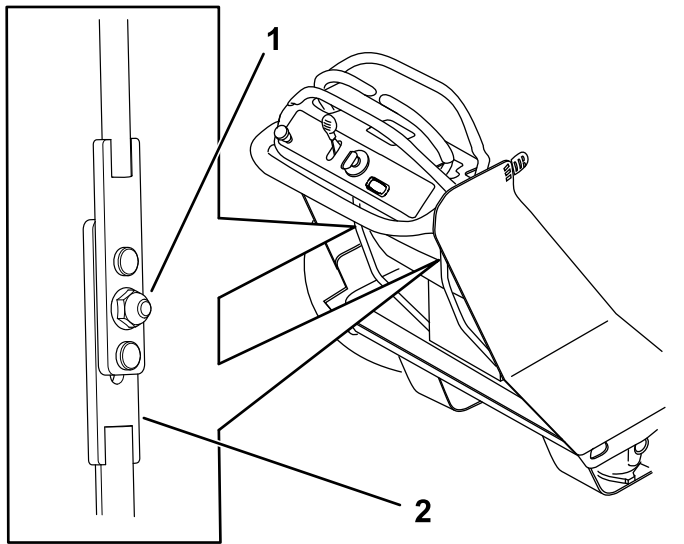

Figura 45
4. Allentare il dado del gruppo dell'asta di comando (Figura 45)
6. Per trovare la posizione di folle, spostare l'asta di comando inferiore verso l'alto o verso il basso sinché gli pneumatici non arrestano la loro rotazione (Figura 45).
7. Serrare il dado (Figura 45).